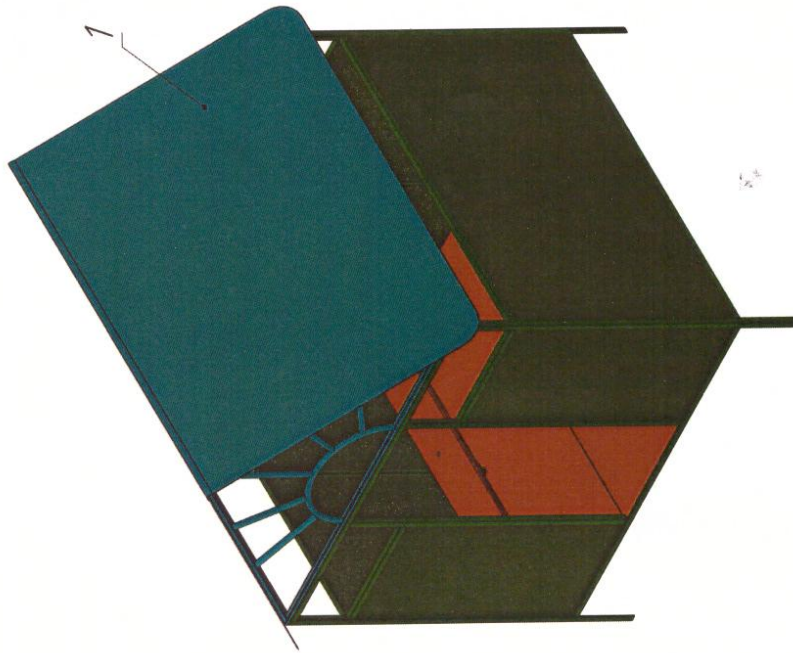

Рис. 1
14.3 Сборка проводится согласно схеме, представленной на рис. 1.